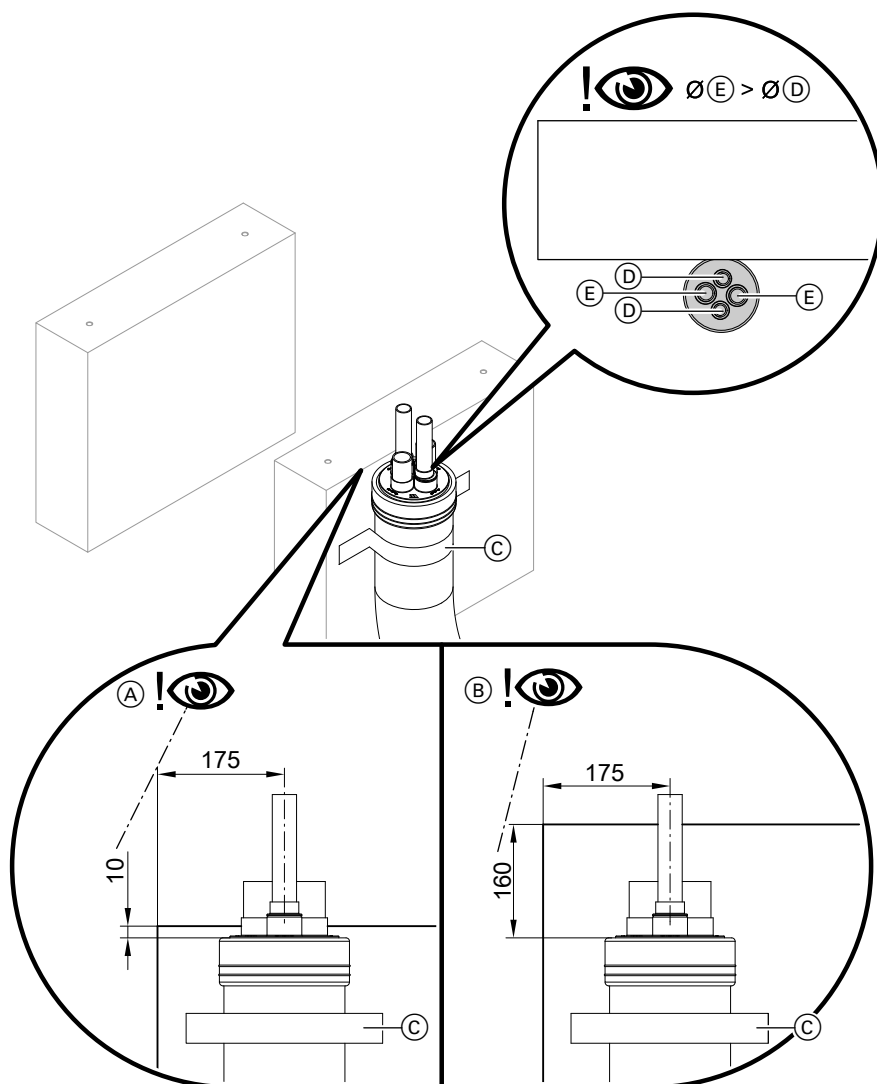

Abb. 15
- (A) Fundament für die Montage mit Konsole
- (B) Fundament für die Montage mit Dämpfungssockel
- (C) Montagematerial zur Befestigung, z. B. Lochband
- (D) Leer-Rohr für elektrische Leitung
- (E) Hydraulische Leitung
Damit das Anschluss-Set für Konsole für Bodenmontage (Zubehör) verwendet werden kann, die hydraulischen Leitungen (E) der Quattro-Verbindungsleitung in einer Flucht parallel zur Fundamentkante ausrichten: Siehe Abb. 15.